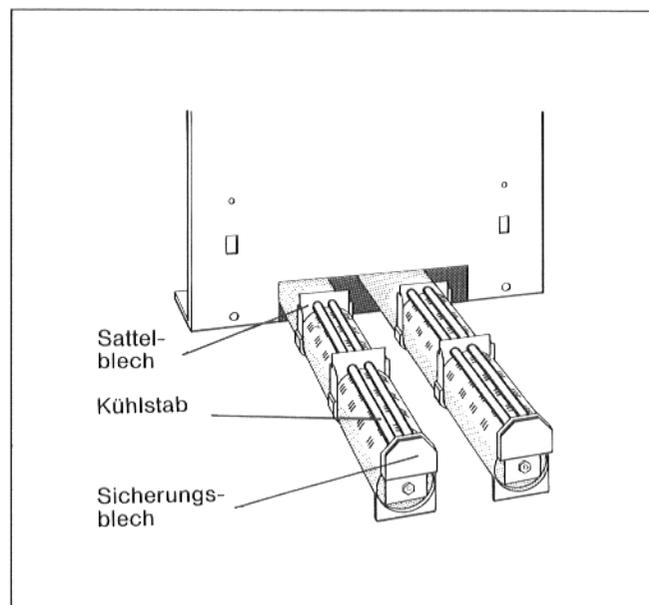

Abb. 10: Brennerschild; Rückseite mit Brennstäben
- Sicherungsblech von den hinteren Sattelblechen nach oben abziehen (Abb. 10).